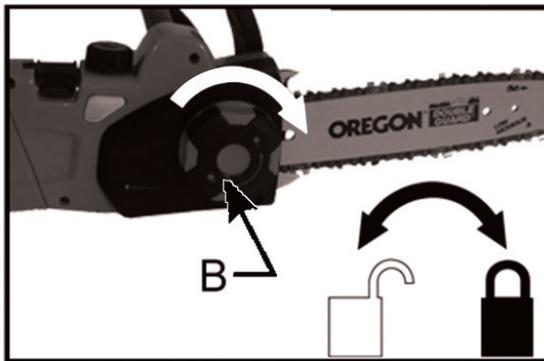

Рис. 35
2. Для натяжения цепи поверните ручку фиксатора (B) до упора. (Рис. 35)